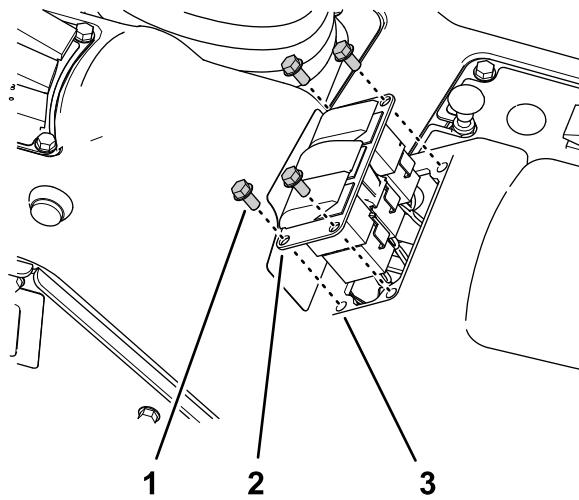

Figure 33
1. Retirez les 4 vis à embase (1/4" x 1/2") qui fixent le bloc de 3 interrupteurs à la console de commande (Figure 33).
3. Débranchez le connecteur à 8 douilles du faisceau de la machine (étiqueté Rate Switch) du connecteur à 8 broches de l'interrupteur (Figure 33).
- Placez le cache d'interrupteur en face de l'ouverture dans le bloc de 3 interrupteurs occupée précédemment par l'interrupteur de débit (Figure 33).
- Insérez le cache dans le bloc de 3 interrupteurs jusqu'à ce qu'il s'enclenche solidement dedans (Figure 33).